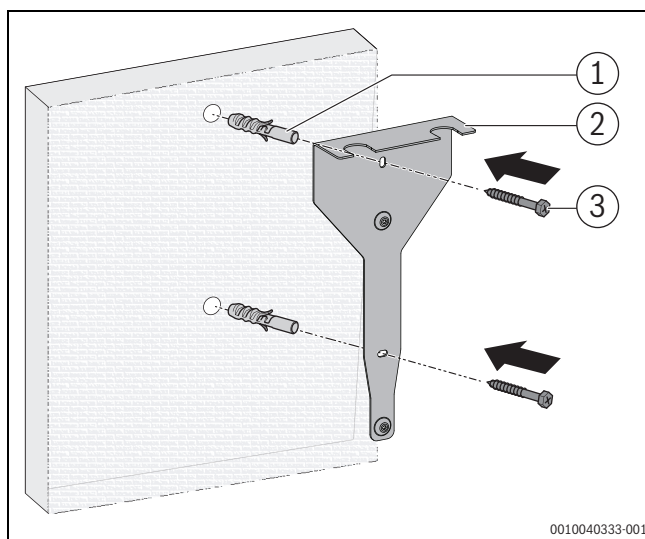

Bild 10 Wandhalterung an der Wand montieren
- Wandhalterung mit den mitgelieferten Dübeln und Schrauben durch die Öffnungen in der Wandhalterung an der Wand verschrauben (→Bild 10)